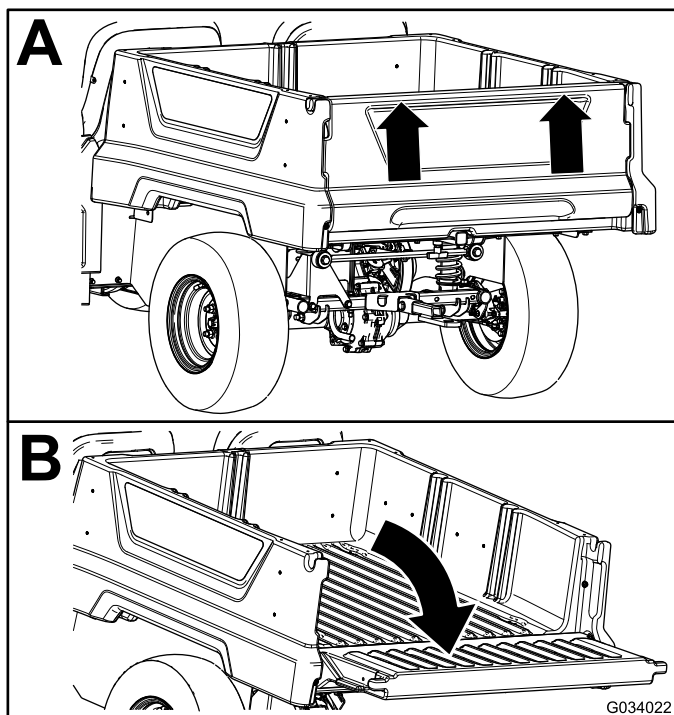

Figure 13
2. Utilisez les deux mains pour soulever le hayon en le prenant par le bord supérieur (Figure 13).
3. Abaissez le hayon jusqu'à ce qu'il soit au niveau du fond du plateau de chargement (Figure 13).